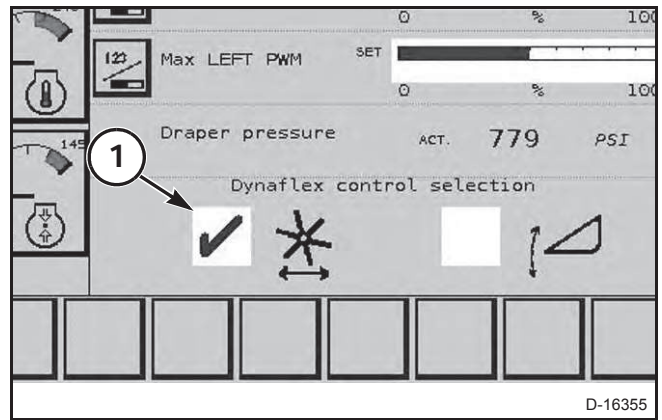

FIG. 18
FIG. 18: Para ajustar la posición de avance y retroceso del molinete, seleccione la página "Table Settings" (Tabla de Configuraciones). Seleccione el avance y retroceso del molinete (1) en la pantalla.